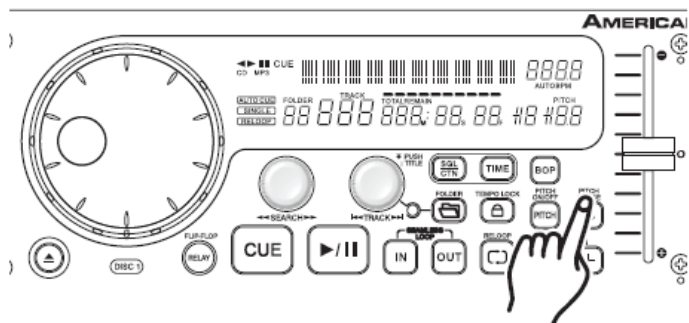

Figura 29
Utilizzo del Selettore di Percentuale del Cursore del Pitch (3): è possibile scegliere in qualsiasi momento un intervallo operativo di pitch. Per modificare l'intervallo operativo assicurarsi che la funzione Pitch sia attiva (vedere la figura 29). La percentuale di pitch può essere variata di +/- 4%, +/- 8% o +/- 16% (+/- 100% per i CD audio). Al 4% si avrà la minima modifica di pitch, mentre al 16% (o 100% per i CD audio) si avrà la massima. Per regolare i diversi valori, picchiettare sul PULSANTE % (11) fino a quando viene raggiunto il valore desiderato.